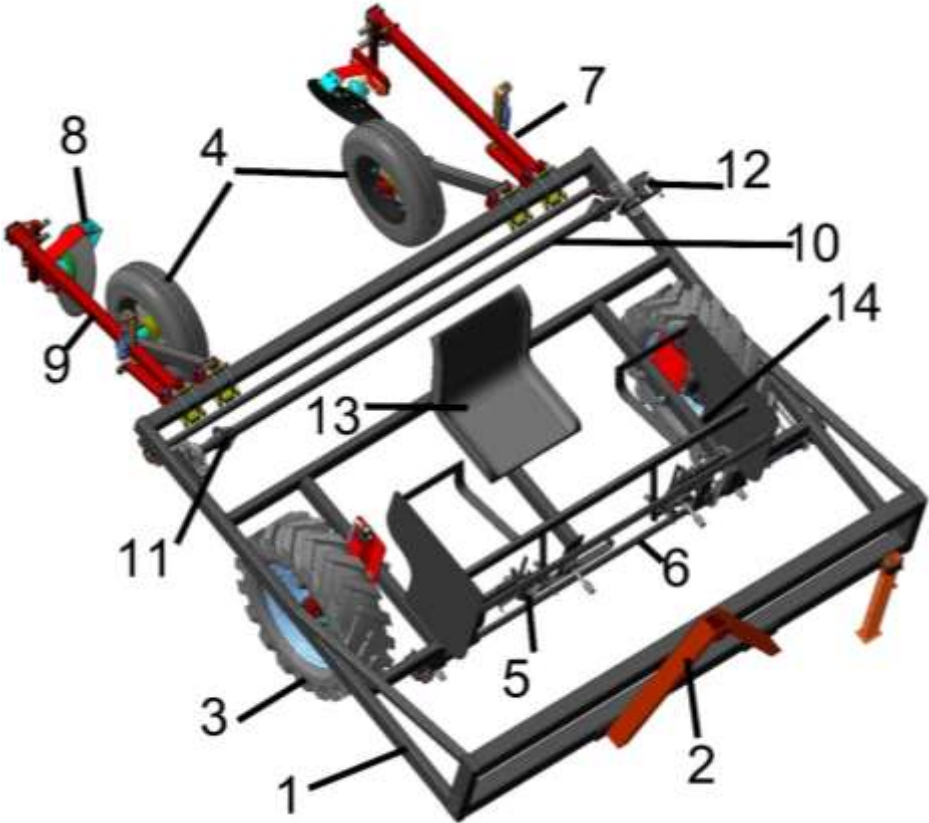

Рисунок 1 – Общий вид укладчика плёнки и тоннелей УПТ-1-01
3.1.1 Укладчик тоннелей (рисунок 1) представляет собой навесную машину, состоящую из несущей рамы 1 на которой крепятся все остальные механизмы: два регулируемых по высоте приводных колеса 3, два прикатывающих колеса 4, а также механизм для установки дуг 5 с приводным валом 6. В задней части рамы на шарнирных кронштейнах 9 установлены дисковые механизмы 8 подпружиненные при помощи механизмов 7. Для регулировки под различную ширину укрывного материала дисковые механизмы и прикатывающие колёса имеют возможность перемещения вдоль рамы.